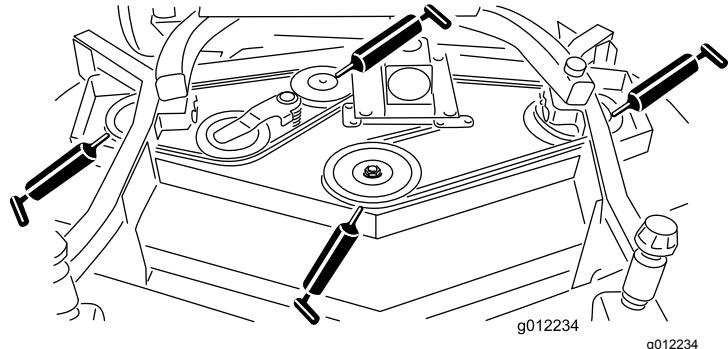

Figura 16
- Cojinetes del eje del brazo tensor (Figura 16)
- Cojinetes del eje (3) (situados debajo de la polea) (Figura 16).